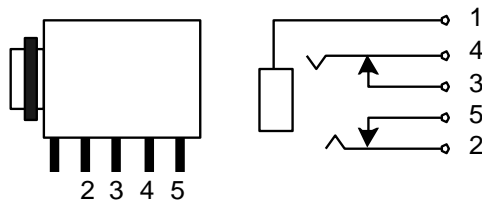

Рис. 3.10. Изображение и обозначение контактов разъёмов J6, J7, J8 интерфейсного модуля KIB981
Интерфейсный модуль KIB981 обеспечивает возможность подключения к модулю различных звуковых устройств через аудиоразъёмы. В интерфейсном модуле KIB981 установлены разъёмы: стереофонического линейного выхода J6 (OUT), стереофонического линейного входа J7 (IN) и входа микрофона J8 (MIC). Схематическое изображение и обозначение контактов разъёмов J6, J7, J8 интерфейсного модуля KIB981 показано на Рис. 3.10.